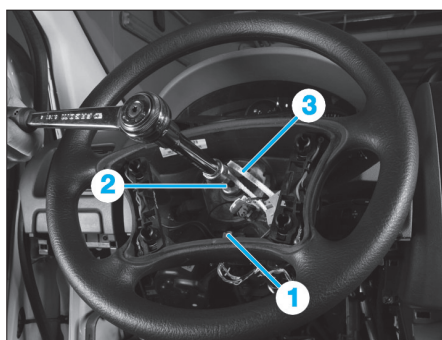

Fig. 1
- Débrancher le connecteur (1) de l'avertisseur sonore (Fig.1).